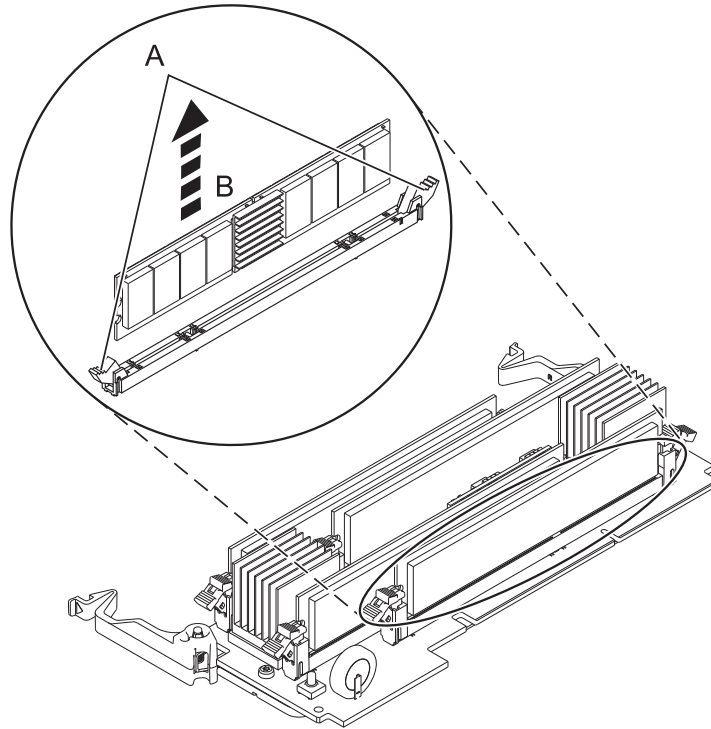

図 10. メモリー・モジュールの取り外し
11. 次のようにして、メモリー・モジュールを取り外します。 23 ページの図 10 に示すように、ロック・タブ (A) を押して開き、メモリー・モジュールのロックを解除します。メモリー・モジュール (B) を持ち上げて、コネクタから外します。このタブ操作で、メモリー・モジュールがコネクタの外に押し出されます。